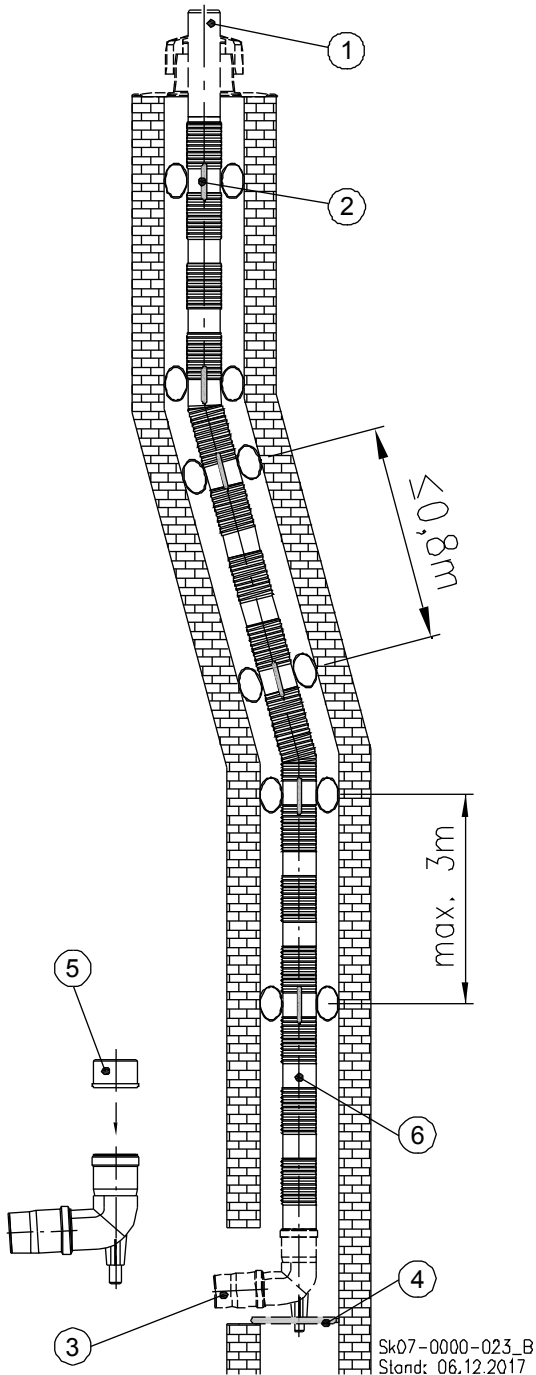
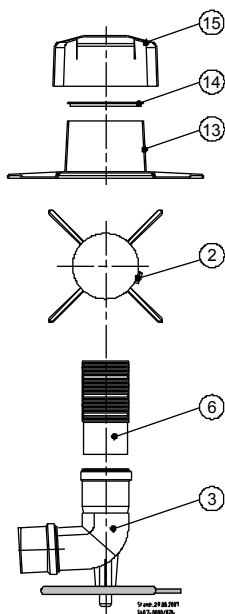

Abb. 51: Kaminsystem, flexibel
Abb. 53: Detail-Zeichnung Befestigung Schachtabdeckung
Legende zu Abb. 51:
- ➔ Säubern und entgraten Sie das Einsteckende des Abgasrohres ⑥ (s. Abb. 51).
- ➔ Reiben Sie das Einsteckende des Abgasrohres ⑥ mit säurefreiem Gleitmittel ein.
- ➔ Stecken Sie das sichtbare glatte Ende des Abgasrohres ⑥ in den auf dem Auflager sitzenden Stützbogen ③.
Legende zu Abb. 53:
- ➔ Schieben Sie als erstes das Unterteil der Schachtabdeckung ⑬ (s. Abb. 53) über das Leitungsende Abgasrohr ① (s. Abb. 51).
- ➔ Spreizen Sie die Flexrohrklemme ⑭ auf.
- ➔ Schieben Sie die aufgespreizte Flexrohrklemme über das Leitungsende bis zum Unterteil der Schachtabdeckung ⑬.